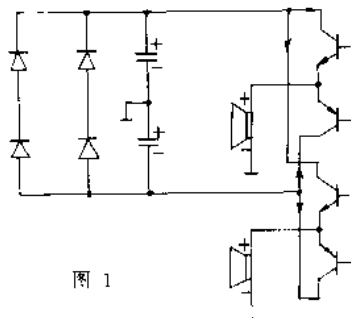

图 1
普通市售功放的特点是：①左右声道完全相同；②共用同一组电源；③扬声器相位接法一致（图1）。经仔细分析便发现会有以下缺点：①正（或负）半波工作时，只有、且仅有正（或负）电源工作，易造成正（或负）电源